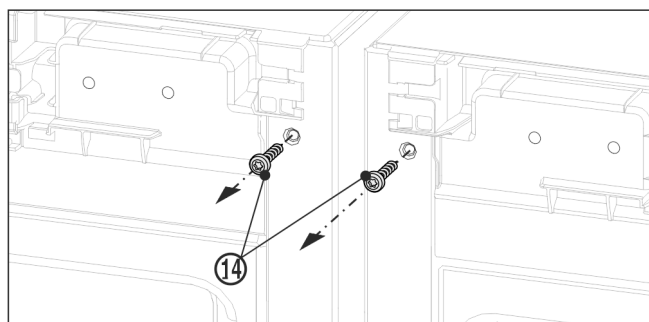

Fig. 12
- ▶ Перед монтажом верхнего угла выверните оба винта заземления Fig. 12 (14).